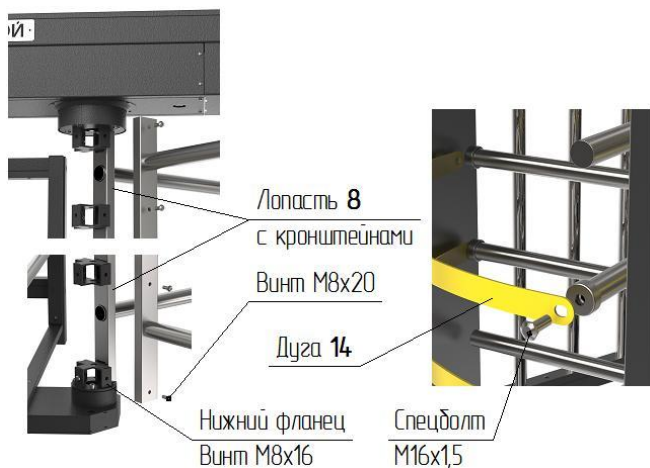

Рис. 6
- установите на посадочные плоскости фланцев лопасть с внутренними кронштейнами (рис.6) и закрепите винтами M8x20 (не затягивая их), положение "верх" указано маркировкой;